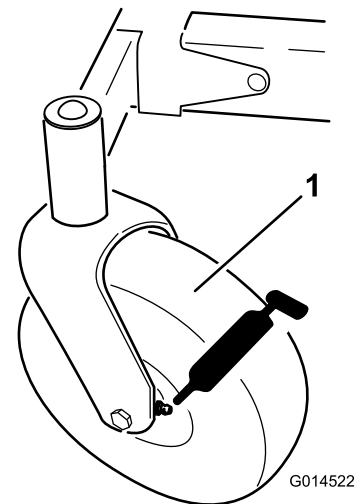
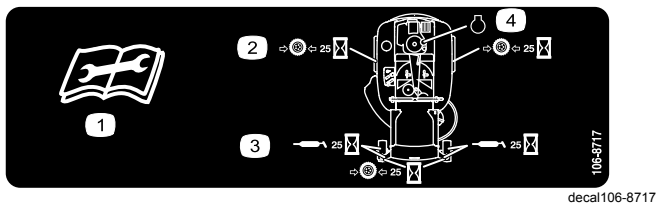

Figura 27
Figura 28
3. Limpie con un trapo los puntos de engrase (Figura 27 y Figura 28). Asegúrese de rascar cualquier pintura que hubiera en la parte delantera de los engrasadores.
4. Conecte una pistola de engrasar a cada punto de engrase (Figura 27 y Figura 28). Bombee grasa hasta que empiece a rezumar grasa de los cojinetes.